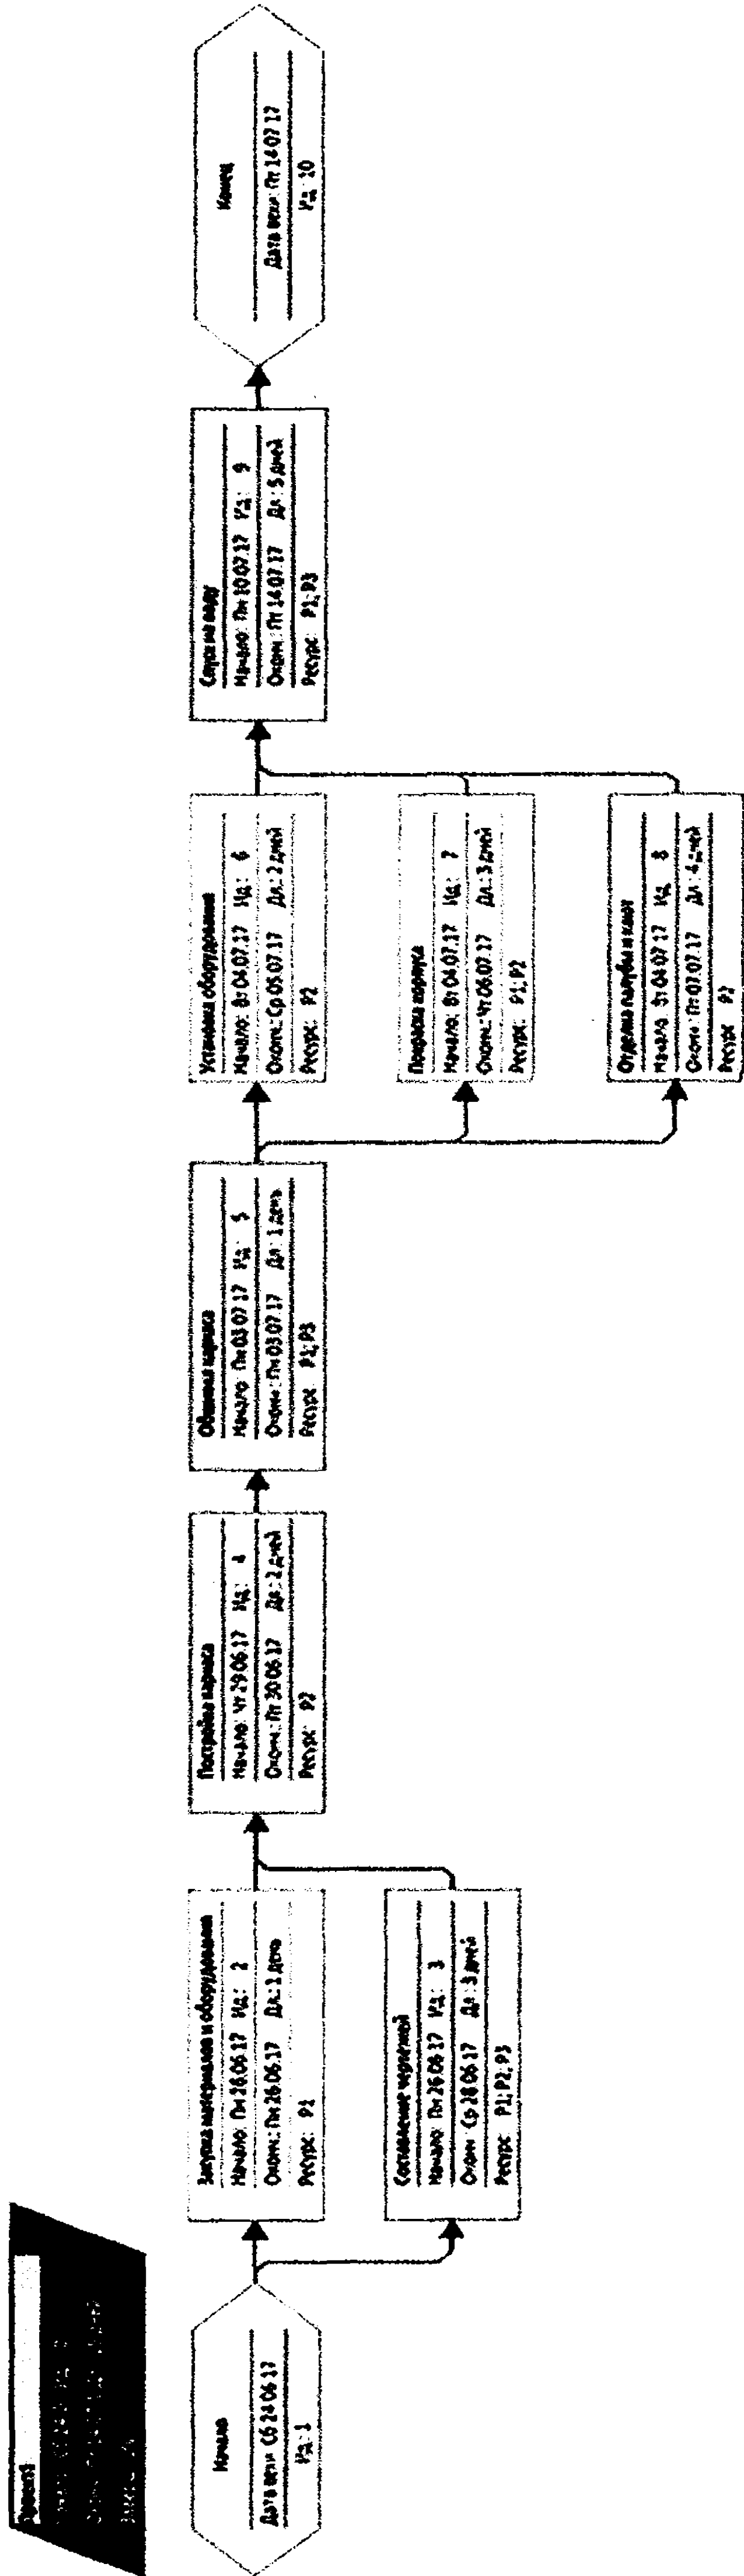

Рис. 3.13. Сетевой график в MS Project
12. Переключимся в представление **Сетевой график** и посмотрим его. Убеждаемся, что **Сетевой график** совпадает с графиком, построенным вручную (рис. 3.13).